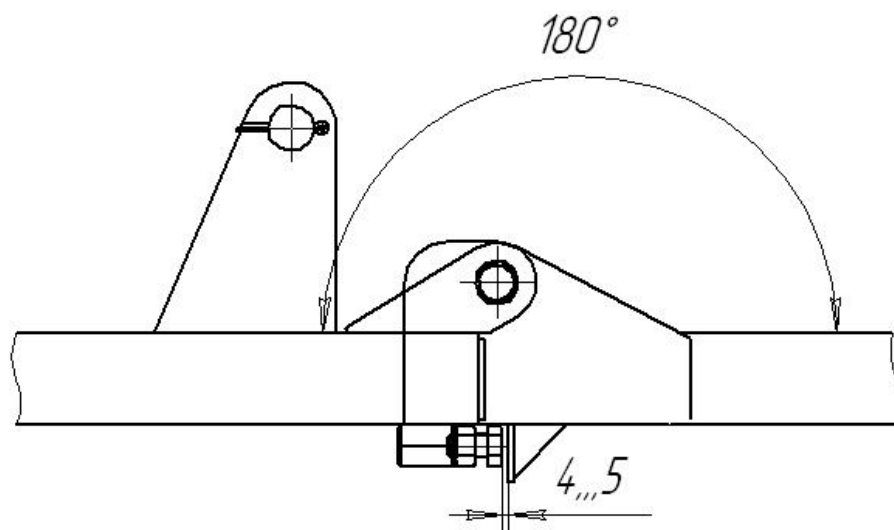

Рис.3
- 5.7 Регулировку ограничительных винтов (для КБМ-6,0 и КБМ-8,0) выполняют согласно рис. 3. Неправильная регулировка винтов может привести к повреждению штоков гидроцилиндров.